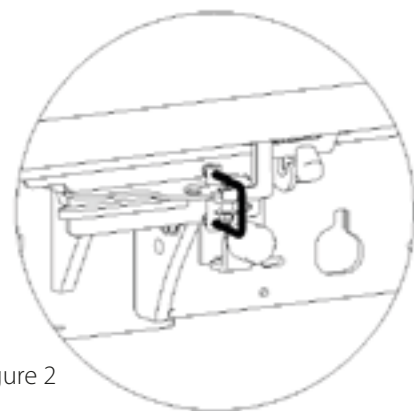

Figure 2
- Avant de prendre la route, assurez-vous que la porte arrière soit bien crochetée et verrouillée par les 2 sauterelles (figure 2).
Faire pivoter les crochets de part et d'autre de la porte (figure 2) afin de la déverrouiller avant d'effectuer le bennage (ouverture automatique des crochets des gâches inférieures).
- Vérifier que la sauterelle de verrouillage du cadre de la porte est engagée (figure 2).